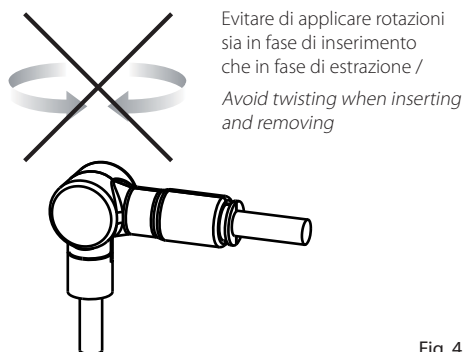

Fig. 4
9. inserire il connettore adattatore con relativa copertura sui perni a testa sagomata del cilindro applicando una forza verticale sul connettore evitando di applicare rotazioni al componente (vedi Fig. 4).
9. insert the adapter connector with corresponding cover on the specially shaped pins of the cylinder, **applying vertical force to the connector and without twisting the component** (see Fig. 4). When removing, also **apply vertical force to the connector and avoid twisting the component;**